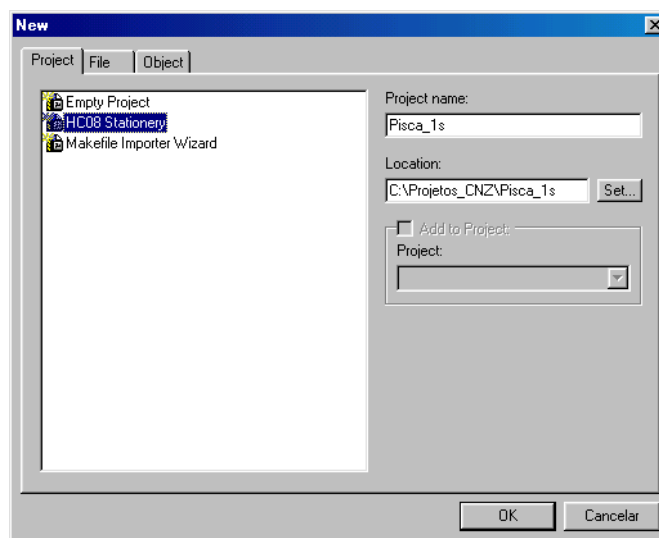

Figura 26 – Nome e pasta do novo projeto
- B. Na lista de projetos, selecione **HC08 Stationery** (Figura 26). Esta opção prepara o *CodeWarrior* para trabalhar com o microcontrolador e linguagem de programação selecionadas, facilitando o trabalho do programador na configuração do ambiente de trabalho.
- C. No campo de **Project name**, digite o nome do projeto novo – **Pisca_1s** (Figura 26).
- D. No campo **Location**, especifique a pasta onde estarão armazenados os arquivos utilizando o botão **Set...** (Figura 26), até criando uma pasta nova se for necessário.